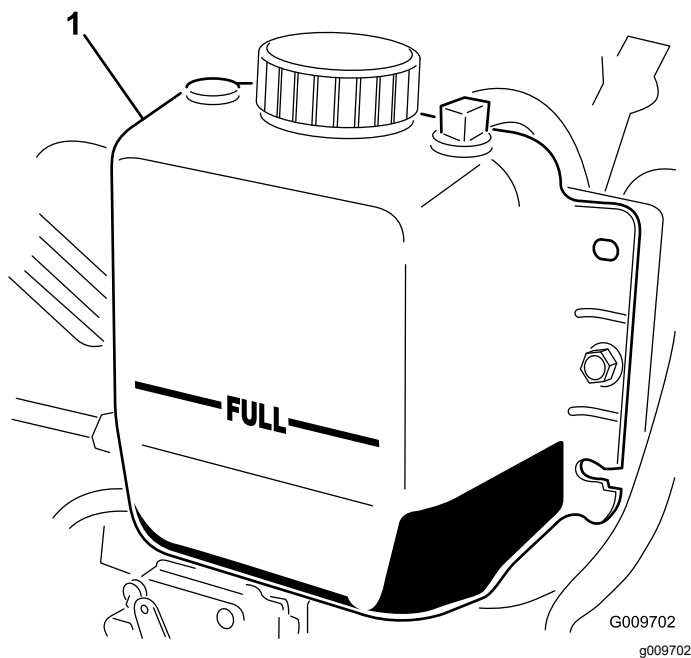

図 116
3. ラジエター内部の液量を点検する。ラジエターは補給口の首の部分まで、補助タンクはFULLマークまであれば適正です 図 116。